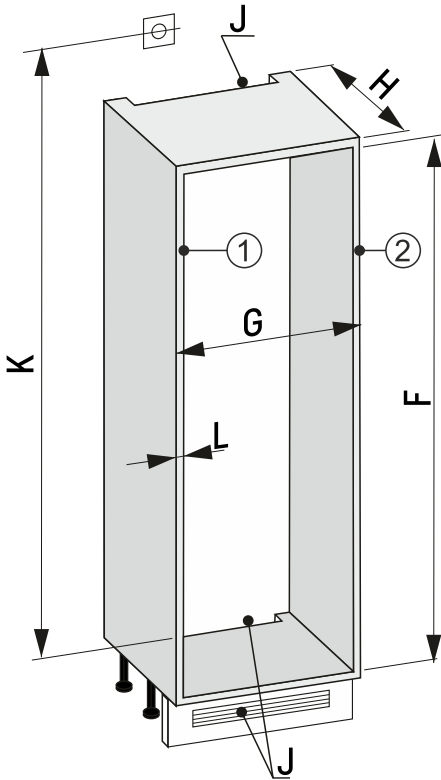

Fig. 86 Ніша 30"
- Виміряти товщину меблевої стінки Fig. 86 (L).